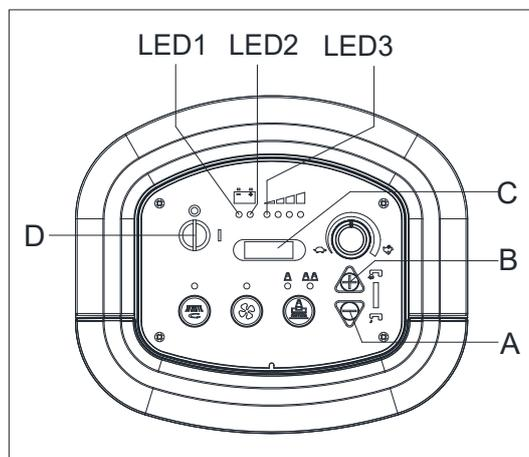

Abbildung 4.2
1. Drücken Sie beide Tasten (A, Abbildung 4.2) und (B) gleichzeitig, stecken Sie den Zündschlüssel (D) ein und schalten Sie nach 0,5 Sekunden die Stromversorgung ein. LED-Anzeige während der Einstellung (C), Tasten loslassen.
2. Der Modus kann durch Drücken der Taste (B) von 0 auf 5 oder durch Drücken der Taste (A) von 5 auf 0 verschoben werden. Nachdem die Einstellung des Batteriemodus abgeschlossen ist, schalten Sie das Gerät aus (D) und die neue Einstellung des Batteriemodus kann automatisch gespeichert werden.